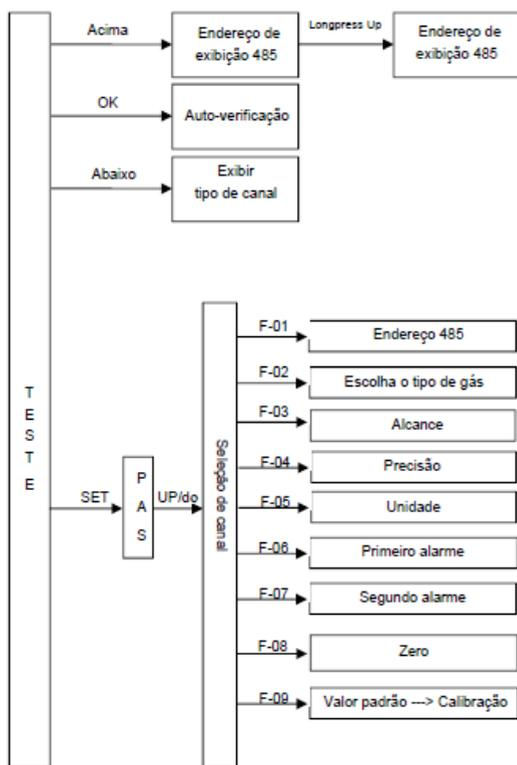

Fig. 5.
O painel de controle mostrado na Fig. 5 abaixo é composto por uma janela de exibição, uma lâmpada indicadora de status, uma primeira e uma segunda luz de alarme e cinco botões "set", "up", "down", "ok". Consulte as instruções de operação do usuário para verificar suas funções específicas.
7.2.2 Diagrama de nível de função como mostrado na fig. 5: